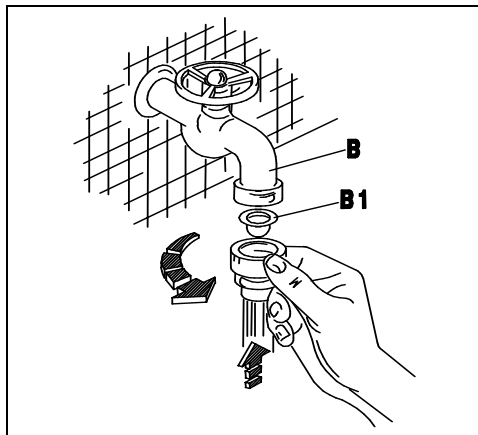
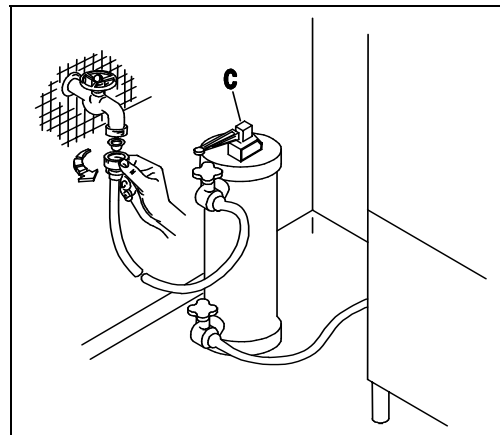
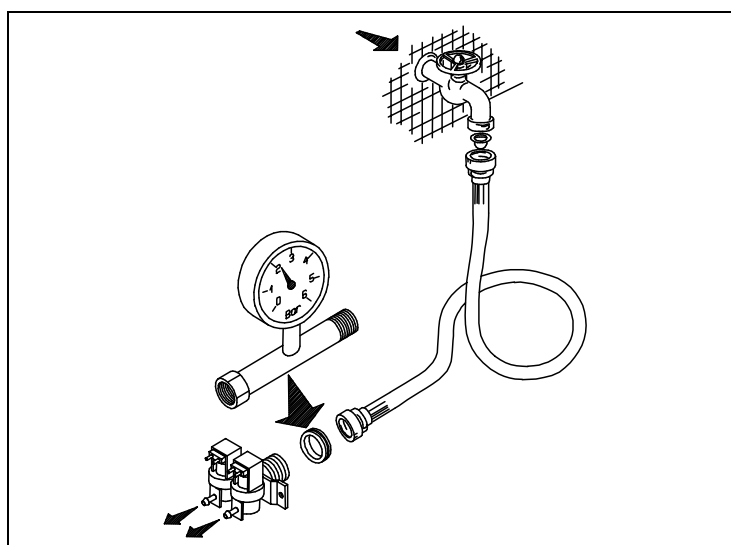

Fig. 2-2
Fig. 2-3
Fig. 2-4
- L'apparecchio è previsto per l'allacciamento all'acqua fredda o calda (max 50 ÷ 55 °C), con una pressione a valvola aperta come indicato nella Tab. 2-1. In caso di pressione superiore alla massima consigliata, bisogna installare un riduttore di pressione. In caso di pressione inferiore alla minima consigliata, bisogna installare una pompa di aumento pressione di max 0.5 Hp, con una portata di 20 L/min ed una prevalenza di 15÷20 mt.. Il controllo della pressione deve essere effettuato all'ingresso dell'elettrovalvola (ved. fig.2-4). La condotta dell'acqua deve avere un diametro interno di almeno 16/18 mm (ved.fig.2-5). Collegare il tubo di carico acqua dell'apparecchio ad un rubinetto d'intercettazione (B),posto preferibilmente nelle immediate vicinanze dell'apparecchio, interponendo l'apposito filtro in dotazione (B1) (ved. fig.2-2). Si consiglia l'installazione di un decalcificatore (C) (non in dotazione), montato a monte dell' elettrovalvola della macchina (ved. fig.2-3).
- The appliance is designed for connection to the cold or hot water supply (max. 50-55°C) at a mains pressure with the valve open as shown in Table 2-1 and a minimum output of 10 litres/min. If pressure exceeds the maximum, fit a pressure reducer. If pressure is lower than the minimum, fit a pressure booster pump of max. 0.5 HP, with an output of 20 litres/min. and a head of 15÷20 metres. Pressure must be measured at the solenoid valve inlet (see fig. 2-4). The water pipes must have an internal diameter of at least 16/18 mm (see fig. 2-5). Connect the appliance water supply pipe to a cut-out tap (B), preferably placed close to the appliance, fitting the special filter provided (B1) (see fig. 2-2). We recommend fitting a water softener (C) (not provided) upstream from the machine solenoid valve (see fig. 2-3).
- Das Gerät ist für den Anschluss an Warm-und Kaltwasser (max. 50-55°C) vorgesehen, wobei der Druck bei offenem Ventil dem in Tab. 2-1. Bei höherem Druck als dem empfohlenen einen Druckminderer installieren. Bei niedrigeren Druck als empfohlen eine Druckerhöhungspumpe mit max. 0,5 PS , einer Förderleistung von 20l/min und einer Förderhöhe von 15-20m installieren. Die Druckkontrolle muss am Eingang des Elektroventils erfolgen (siehe Bild 2-4). Die Wasserleitung muss einen Innendurchmesser von mindestens 16/18 mm aufweisen (siehe Bild 2-5). Den Zulaufschlauch des Gerätes an einen möglichst nahegelegenen Wasserhahn (B) anschliessen und den vorgesehenen Filter (B1) anbringen (siehe Bild 2-2). Der Einbau eines Etkalkers (C) wird empfohlen; dieser gehört nicht zur Ausstattung und muss vor dem Elektroventil der Maschine eingebaut werden. (siehe Bild 2-3).
- L'appareil peut être raccordé à l'eau froide ou chaude (50:55°C max) à une pression, soupape ouverte, comme indiqué dans le tableau 2-1. Si la pression dépasse la pression maximum conseillée, il faut installer un réducteur de pression. Si la pression est inférieure à la pression minimum conseillée, il faut installer une pompe pour faire augmenter la pression de 0,5 Hp max., à un débit de 20 litres /min et à une hauteur d'élévation de 15-20 m. Le contrôle de la pression sera effectué à l'entrée de l'électrovanne (voir fig. 2-4). Les conduites d'eau auront un diamètre interne d'au moins 16/18 mm (voir fig. 2-5). Raccorder la conduite d'arrivée de l'eau de l'appareil à un robinet secondaire (B), installé si possible tout près de l'appareil, après avoir intercalé le filtre spécial fourni (B1) (voir fig. 2-2). Nous conseillons d'installer un adoucisseur (C) (non fourni) qui sera monté en amont de l'électrovanne de la machine (voir fig. 2-3).
- Este aparato se puede alimentar con agua caliente o fría (máx. 50 ÷ 55°C); la presión del agua con válvula abierta está indicada en la tabla 2-1. En caso de que la presión fuera superior a la máxima que se aconseja, instale un reductor de presión; si fuera demasiado baja, instale una bomba de aumento de presión de 0,5 Hp (máximo), con un caudal de 20 litros por minuto y una altura de elevación de 15 a 20 m. El control de la presión se debe efectuar en la entrada de la electroválvula (véase fig. 2-4). La tubería del agua debe tener un diámetro interior de 16-18 m. por lo menos (véase fig. 2-5). Conecte el tubo de alimentación del agua del aparato a un grifo de paso (B), que irá montado preferentemente muy cerca del aparato, tras interponer el filtro (B1) del equipamiento base (véase fig. 2-2). Es aconsejable instalar un descalcificador (C) (que no forma parte del equipamiento base). El descalcificador irá montado antes de la electroválvula de la máquina (véase fig. 2-3).